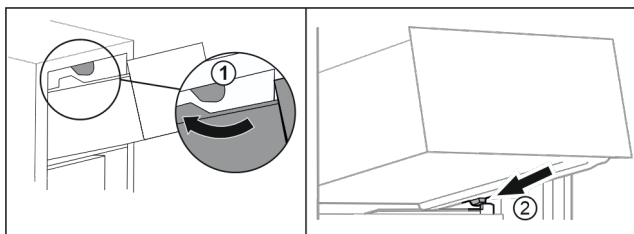

Fig. 90
- Poprowadzić szufladę wokół górnego stopera. Fig. 90 (1)
- Założyć szufladę pod skosem za dolnymi stoperami na żebro pojemnika. Fig. 90 (2)